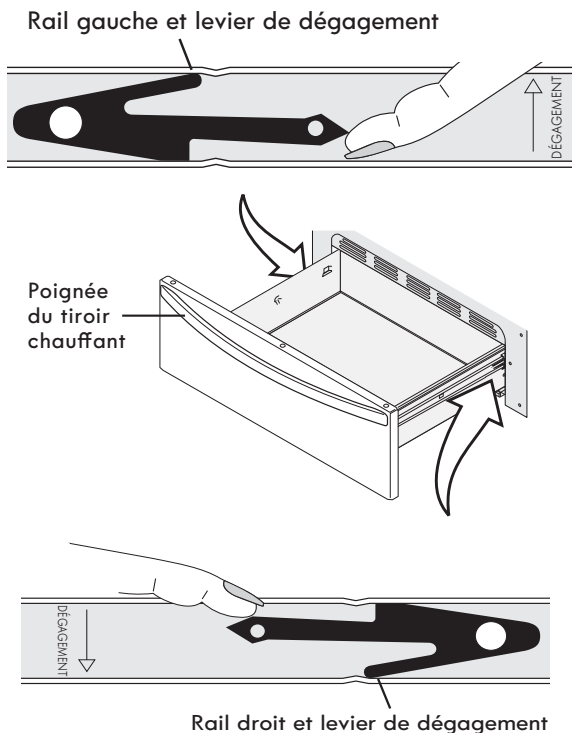

Figure 44 : Retirer le tiroir chauffant
3. Sur le rail gauche du tiroir chauffant, repérez le levier de dégagement noir et soulevez-le avec votre doigt tout en tirant légèrement sur la poignée du tiroir du four. Sur le rail droit du tiroir chauffant, repérez le levier de dégagement noir et appuyez dessus avec un doigt tout en tirant légèrement sur la poignée du tiroir chauffant (Figure 44).